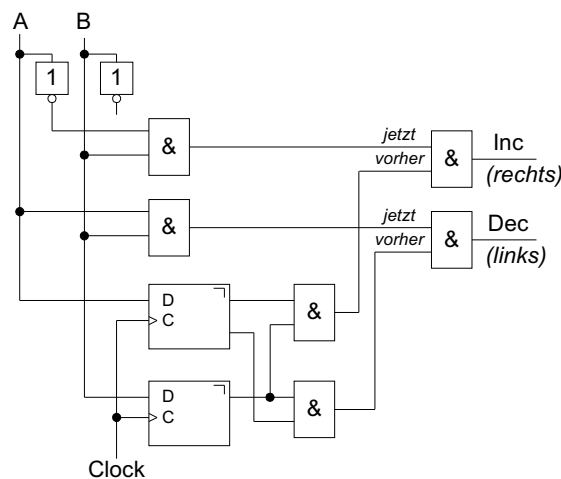

Abbildung 4: Schaltbild des synchronen Mouse-Encoders
b) Schaltung des synchronen Automaten: Wie in Aufgabe 1 d) bereits gezeigt, kann man beim Durchlaufen der Signaltupelfolge anhand des Vorgängerwertes und des aktuellen Wertes die Drehrichtung ermitteln → Der vorhergehende Sensorzustand muss gespeichert werden. *Abbildung 4* zeigt das Schaltbild des synchronen Mausencoders.